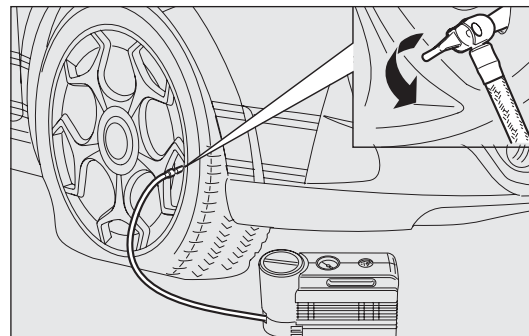

fig. 132
- après avoir conduit pendant 10 minutes environ, s'arrêter et contrôler la pression du pneu fig. 132 ; se rappeler de tirer le frein à main ;